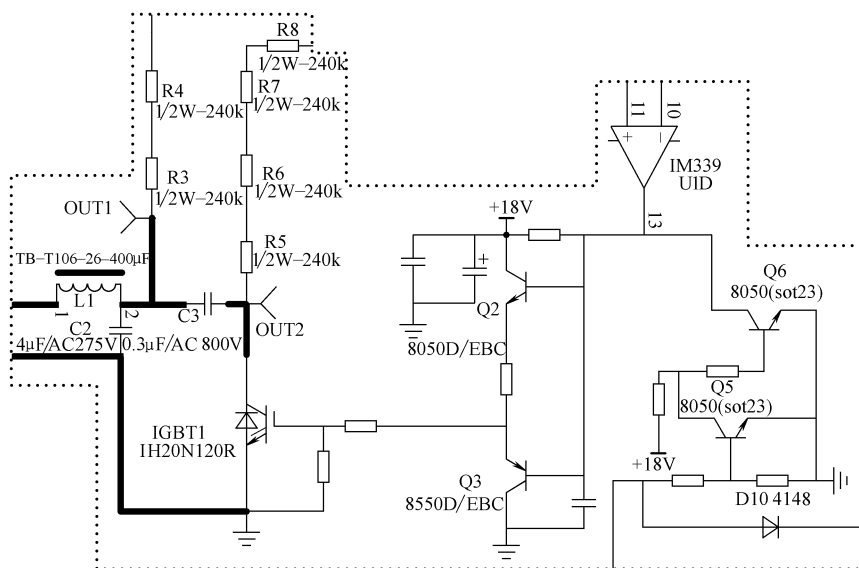

图 4-126 Q2、Q3 相关电路截图
**维修笔记** 当驱动回路晶体管 Q2、Q3 性能不良时，会造成 IGBT 损坏和击穿。Q2、Q3 相关电路截图如图 4-126 所示。